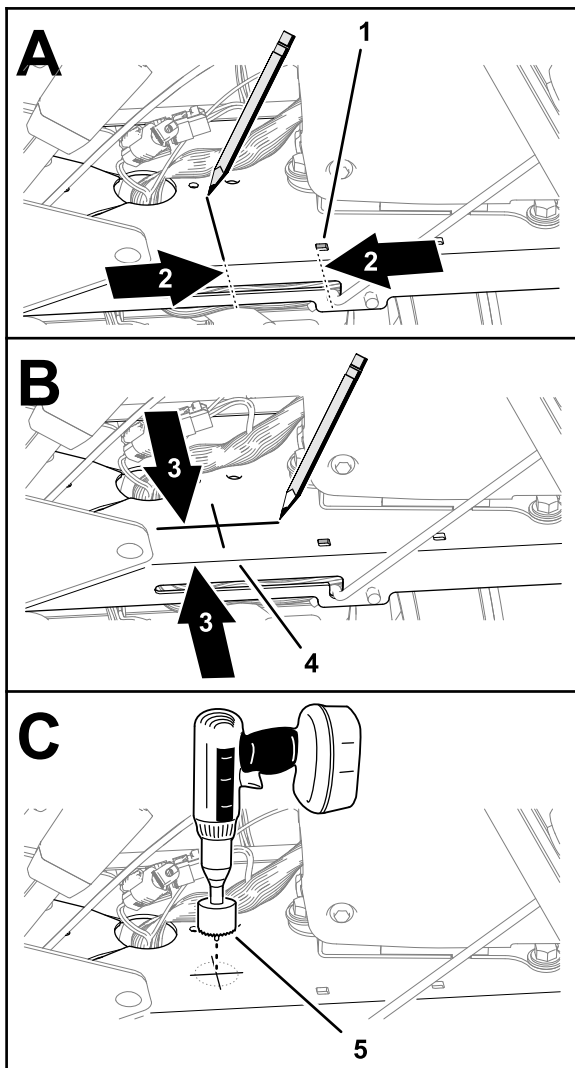

Bild 83
3. Messen Sie 69 mm vom quadratischen Loch nach hinten in die Nähe des Schlitzes der Stützstange im Konsolensockel und markieren Sie dies auf dem Konsolensockel (Bild 83).
4. Messen Sie 45 mm vom geschlitzten Flansch des Konsolensockels nach innen und markieren Sie dies auf dem Konsolensockel (**Bild 83**).
6. Bohren Sie mit einem 32-mm-Kreisbohrer (**Bild 83**) ein Loch in den Konsolensockel an der angekörnten Stelle.